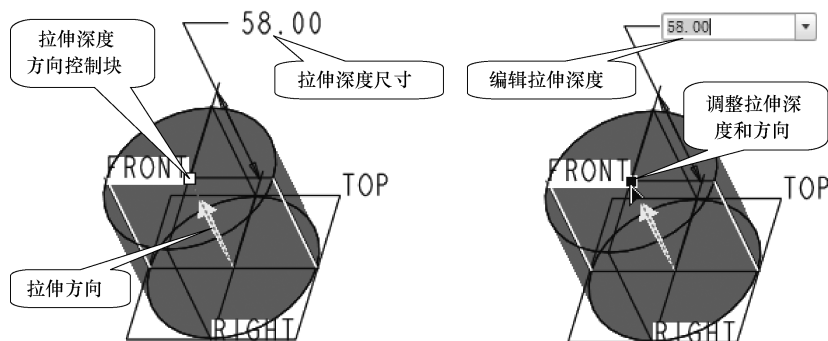

图 4-28 拉伸的深度和方向控制
- 在图形区中，将光标指向原为白色矩形的拉伸深度和方向控制块，此时控制块变为黑色实心矩形，按下鼠标左键拖动，此时光标变为“”形状，可以控制拉伸的深度，如图4-28所示。
- 在图形区双击表示深度值的尺寸数字，在弹出的组合框中输入或选取深度数值。输入正值，则沿正向拉伸；输入负值，则沿反方向拉伸，如图4-28所示。
拉伸方向垂直于草绘平面，以黄色箭头形式显示，如图 4-28 所示。调整拉伸方向的方法有以下 5 种：